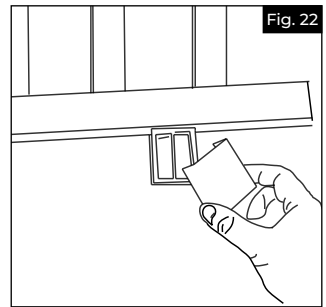

Fig. 22
- Fixer la patte d'appui à la surface de la terrasse à l'aide de la vis de patte d'appui et mettre le couvercle en place (traverse de 10 pi (304,8 cm) seulement) (Fig. 22).